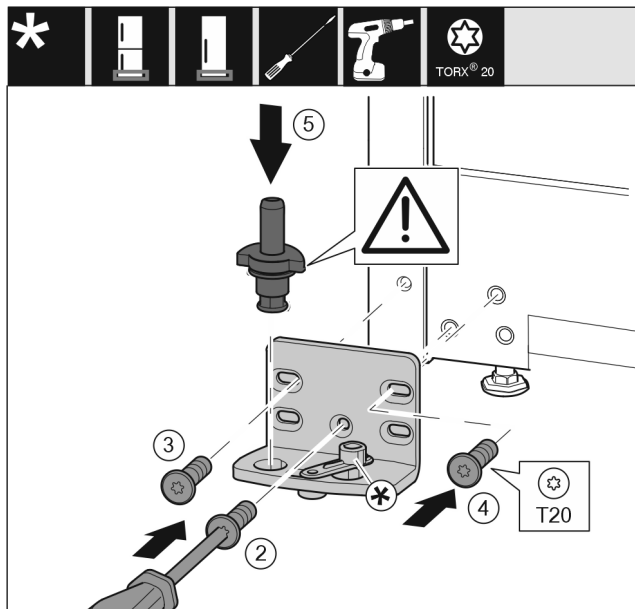

Fig. 17
- ▶ Ložiskovú konzolu nasadíte na druhú stranu a priskrutkujete ju pomocou skrutkovača T20. Začnete skrutkou 2 dole v strede. Fig. 17 (2)
- ▶ Pevne zaskrutkujete skrutku 3 a 4. Fig. 17 (3,4)
- ▶ Ložiskový čap úplne nasadíte. Dbajte pritom na to, aby zaistovací doraz ukazoval smerom dozadu. Fig. 17 (5)